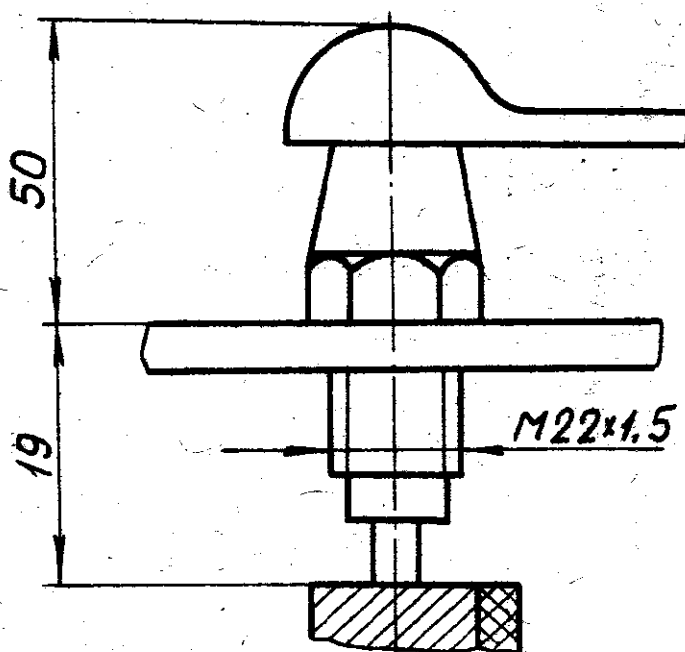

Рис. 5. Щеткодержатель.
3.4. Токоподвод контактных муфт осуществляется при помощи щеткодержателя (рис. 5).